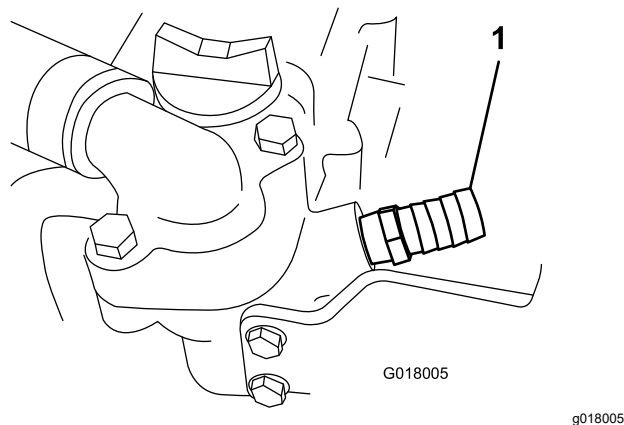

Рисунок 32
2. Поместите внизу сливной поддон. Удалите заглушку под корпусом в передней части термостата, нанесите герметик для труб на резьбу прямого штуцера ($\frac{5}{8}$ дюйма) и установите штуцер на машину (Рисунок 32).